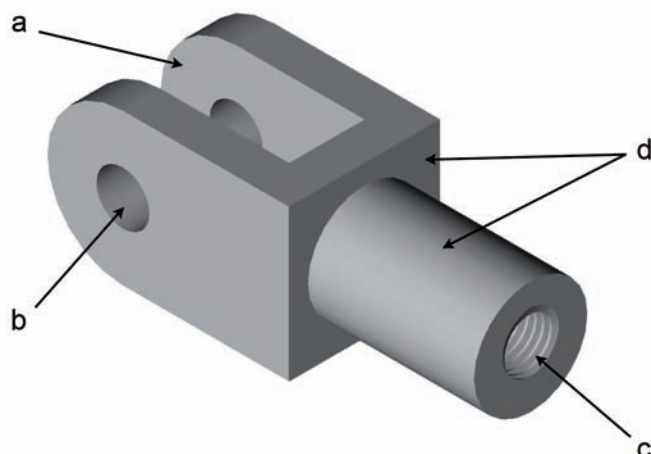

Figure 13.8
- La figure 13.8 représente la chape repère 1 du dessin d'ensemble, seule. Associer la définition des formes techniques avec leurs repères.